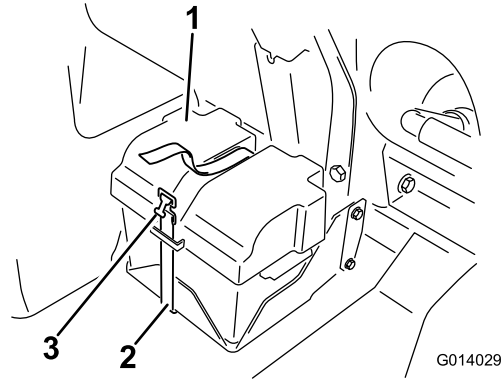

Figura 81
2. Retire la tapa de la batería y desconecte el cable negativo (negro) del borne de la batería (Figura 81).
4. Instale la tapa de la batería y sujétela con la correa que retiró anteriormente (Figura 81).